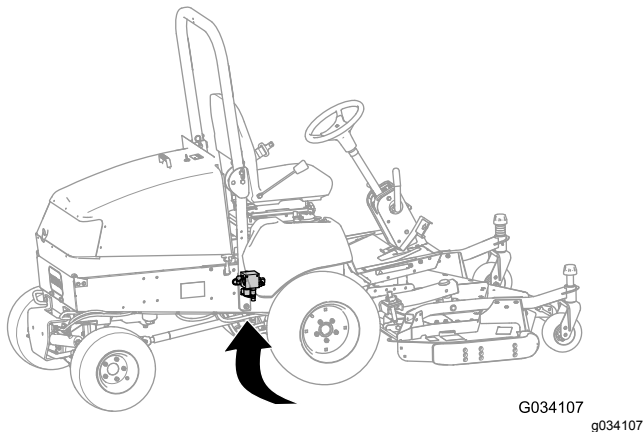

Figure 13
2. Localisez le collecteur de relevage sous la machine, à l'intérieur du profilé de cadre droit, derrière le pont avant (Figure 13).